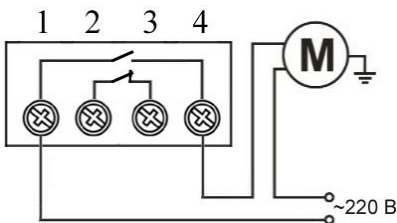

Рис. 2
- 1.1. Подключите насос или клапан к сети питания через контакты 1 и 4, как показано на рис. 2.
- 3.1. Подключите внешнее оборудование к сети питания через контакты 1 и 4, как показано на рис. 2.